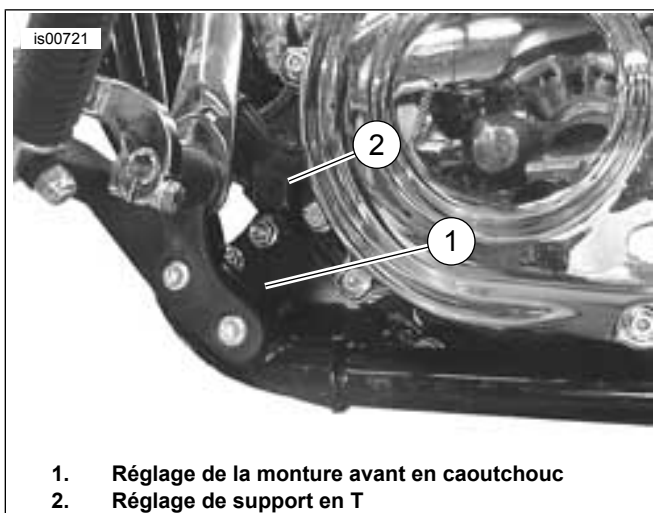

Figure 9. Points d'appui avant (côté gauche montré, le côté droit est similaire)
4. Voir la Figure 9. À l'aide d'un outil approprié enveloppé dans un chiffon propre et doux, placé entre la monture avant et le cadre (1), déplacer la roue arrière vers la gauche ou vers la droite selon les besoins pour fournir un dégagement à la jauge. Serrer les boulons de montage avant tout en faisant pression sur l'outil. Serrer les boulons à un couple de 30–37 N·m (22–27 ft-lbs).
7. Voir la Figure 9. Placer un outil approprié entre le cadre et le support en T (2). Déplacer la roue arrière vers la gauche ou vers la droite selon les besoins pour fournir un dégagement à la jauge. Serrer les boulons du support en T tout en faisant pression sur l'outil. Serrer les boulons à un couple de 34–41 N·m (25–30 ft-lbs).